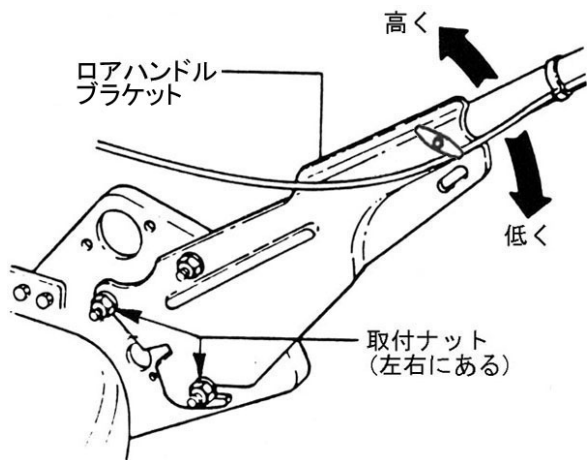

図 4-6
1. ロアハンドルブラケットの取付ナット（左右2ヶずつ）を緩めます。(図4-6)